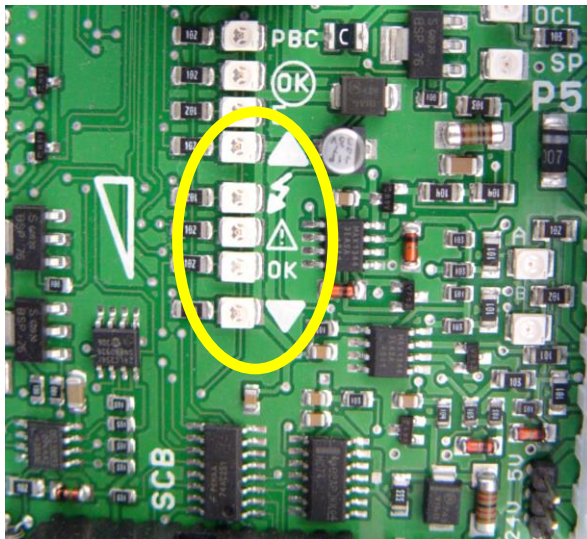

fig. 2
3. Ruotare e mantenere la chiave **CFE** (fig. 2)